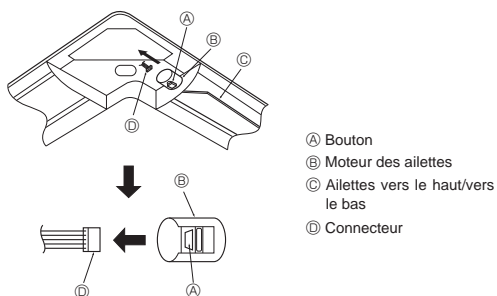

Fig. 5-9
5.5. Verrouillage du sens de la soufflerie d'air vers le haut/vers le bas (Fig. 5-9)